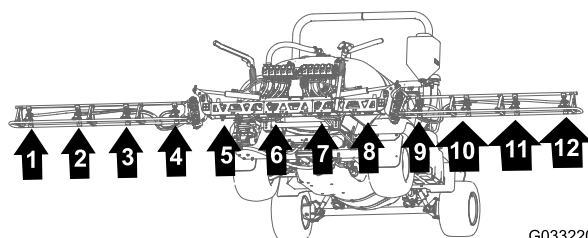
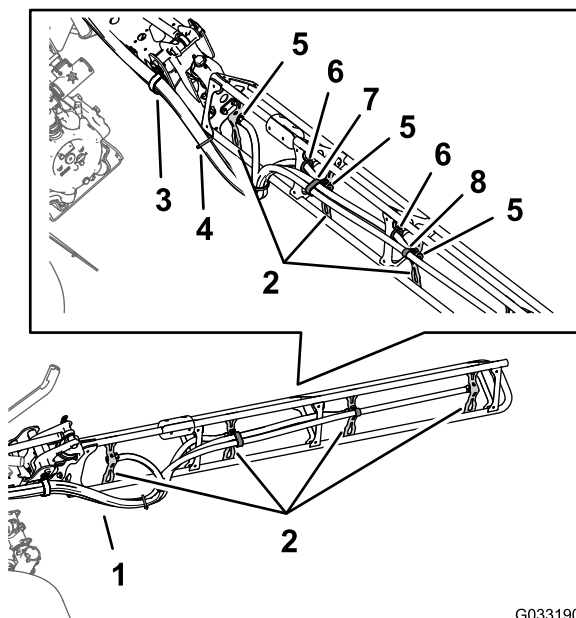

Figura 141
Figura 142
1. Disponete i flessibili per gli ugelli dell'irroratrice 1, 2, 3 e 4 attraverso il serratubi a R nell'estremità esterna sinistra della sezione centrale della barra (Figura 141 e Figura 142).
- Disponete i flessibili per gli ugelli dell'irroratrice 7, 8, 9 e 10 attraverso il serratubi a R nell'estremità esterna destra della sezione centrale della barra (Figura 141 e Figura 142).
- Disponete i flessibili di alimentazione da 279 cm e i portagomma dentellati ($\frac{3}{4}$ ") lungo la sezione della barra verso gli ugelli dell'irroratrice 1 e 10, come illustrato nella Figura 141 e Figura 142.
- Disponete i flessibili di alimentazione da 234 cm e i portagomma dentellati ($\frac{3}{4}$ ") lungo la sezione della barra verso gli ugelli dell'irroratrice 2 e 9, lungo la sezione della barra, come illustrato nella Figura 141 e Figura 142.
- Disponete i flessibili di alimentazione da 188 cm e i portagomma dentellati ($\frac{3}{4}$ ") lungo la sezione della barra verso gli ugelli dell'irroratrice 4 e 8, come illustrato nella Figura 141 e Figura 142.
- Disponete i flessibili di alimentazione da 188 cm e i portagomma dentellati ($\frac{3}{4}$ ") lungo la sezione della barra verso gli ugelli dell'irroratrice 4 e 7, come illustrato nella Figura 141 e Figura 142.
- Raggruppate i 4 flessibili degli ugelli dell'irroratrice insieme con una fascetta per cavi, come illustrato nella Figura 142.